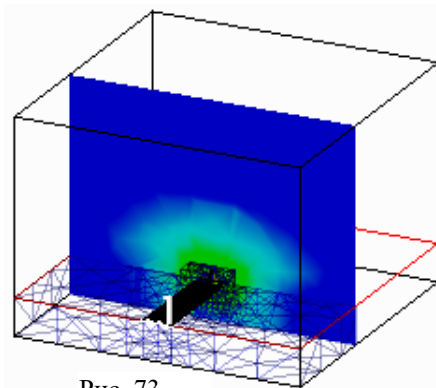

Рис. 73
4. Выберите в меню **Simulate>Analyze** или щёлкните по значку **Analyze** на панели инструментов. Сетка и Е-поле отображаются, как показано на рис. 73. После выполнения